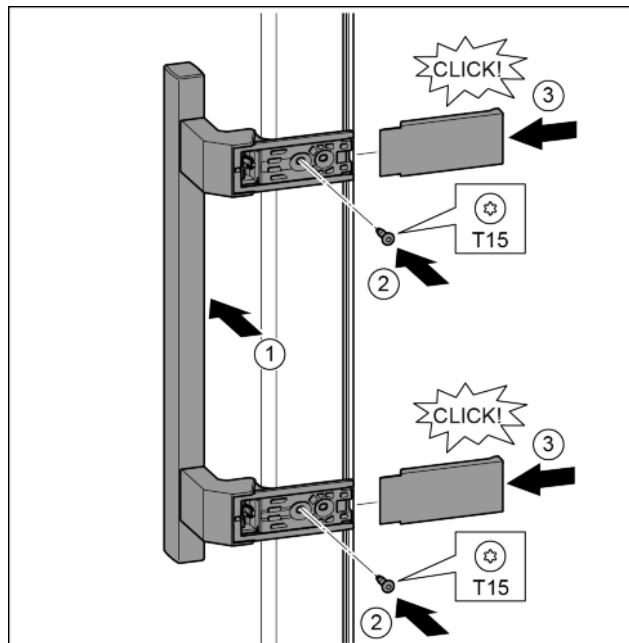

Fig. 34
- ▶ Założyć uchwyt po przeciwległej stronie. *Fig. 34 (1)*
- ▶ Śruby przykręcić przy pomocy śrubokręta T15. *Fig. 34 (2)*
- ▶ Osłony założyć z boku i wsunąć. *Fig. 34 (3)*